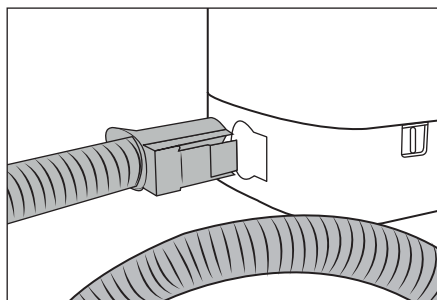

Fig. 2
- ◆ Inserire il flessibile di spruzzo/aspirazione **19** nell'attacco del flessibile di spruzzo/aspirazione **17** dell'apparecchio finché il tasto di sblocco **21** non s'innesta (vedere fig. 2).